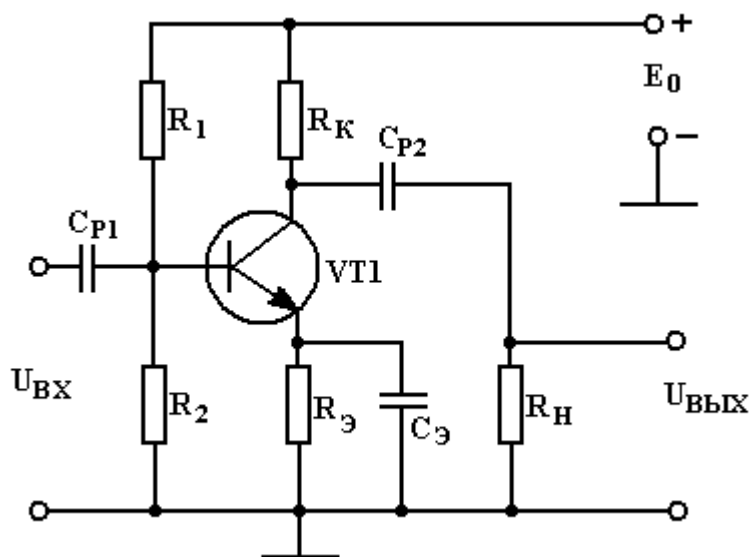

Рисунок 3.3 - Схема усилительного каскада с общим эмиттером
Нужно иметь в виду, что в схеме усилительного каскада, изображенного на рис. 3.3, использован транзистор типа n-p-n. При выполнении схемы на транзисторе типа p-n-p необходимо изменить полярность источника питания E_0 .
1. Перенести в отчет схему транзисторного усилителя с общим эмиттером (рис. 3.3).